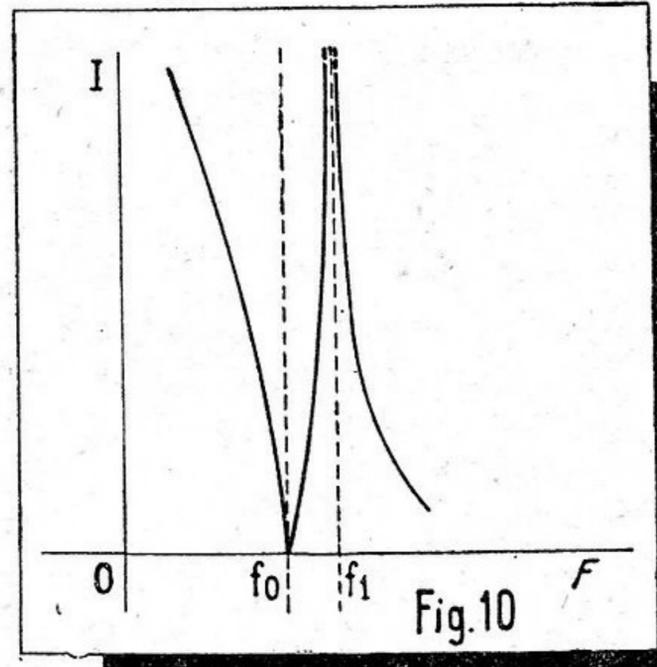

Fig. 10
a) La capacité C (d'équilibre du pont) est plus grande que celle du quartz, cas dans lequel on obtient la courbe de réponse indiquée par la figure 10.
b) La capacité C (d'équilibre du pont) est plus petite que celle du quartz, cas dans lequel on obtient une courbe inverse de celle indiquée par la figure 10.
Il est facile de voir que c'est la réciproque de la courbe de la figure 10.